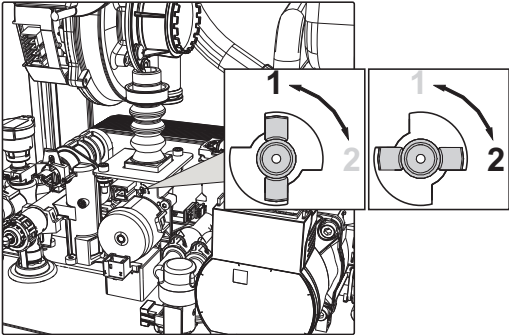

fig. 35
3. Rotiți Throttle (fig. 35) în funcție de poziția indicată în tabel 7.